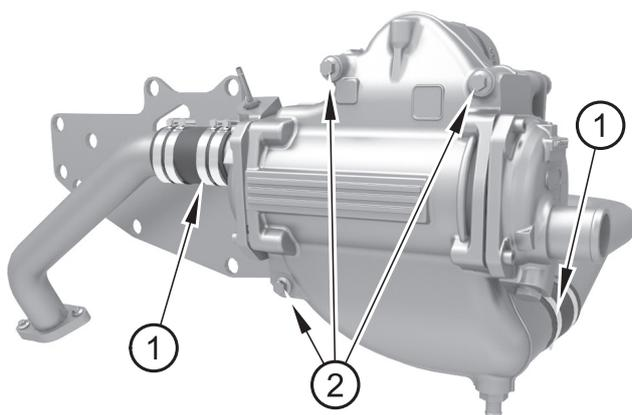

Figura 22
2. Allentare le fascette fermatubi (figura 22 voce 1).